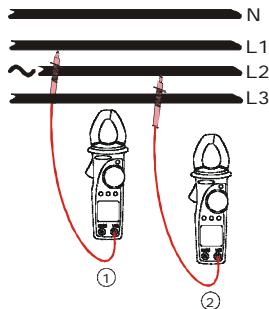
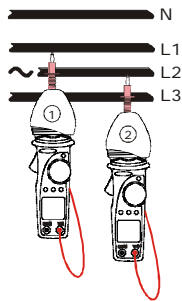

Рис. 14: определение порядка чередования фаз
Рис. 15: определение порядка чередования фаз с резиновым чехлом-фиксатором
4. Подключите красный щуп к фазовому проводу **L1** (см. рис. 14, 1-ое измерение). При необходимости используйте резиновый испытательный наконечник-фиксатор, (см. рис.15, **1-ое измерение**).
9. Подключите испытательный щуп к фазовому проводу **L2** (см. рис. 14 или рис. 15, **2-ое измерение**).
9. Подключите испытательный щуп со вторым проводом (см. рис. 14 или рис. 15, 2-ое измерение).